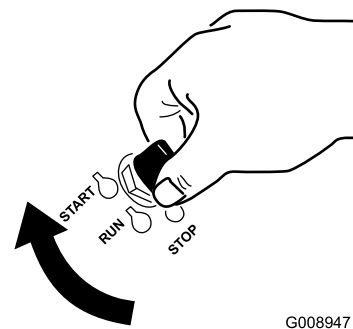

Figura 15
1. Girate la chiave di accensione in posizione AVVIO (Figura 15).